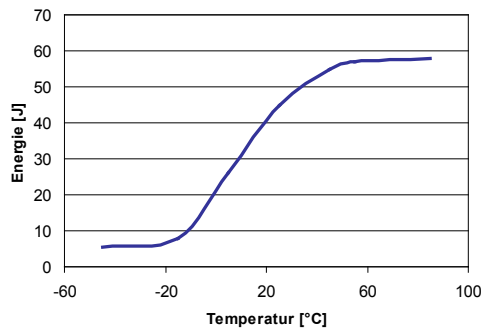

Bild 2: Kerbschlagarbeit in Abhängigkeit der Temperatur für einen Werkstoff mit Hochlage, Tieflage und Steilabfall.
Gerät dokumentiert wird. Die verbrauchte Schlagarbeit wird als Prüfungsergebnis in der Einheit Joule (J) angegeben. Je nach Werkstoff (entscheidend ist hier meist der Gittertyp des Kristallgitters) besteht auch eine mehr oder weniger starke Abhängigkeit der Kerbschlagarbeit von der Temperatur (Bild 2).